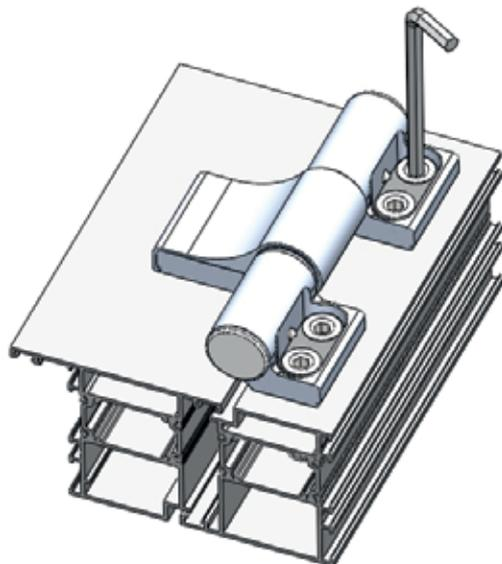

Рис. 30
19.4. Устранить осевой зазор между полупетлями. Затянуть анкерные винты имбусовым ключом 6 мм (Рис. 30).